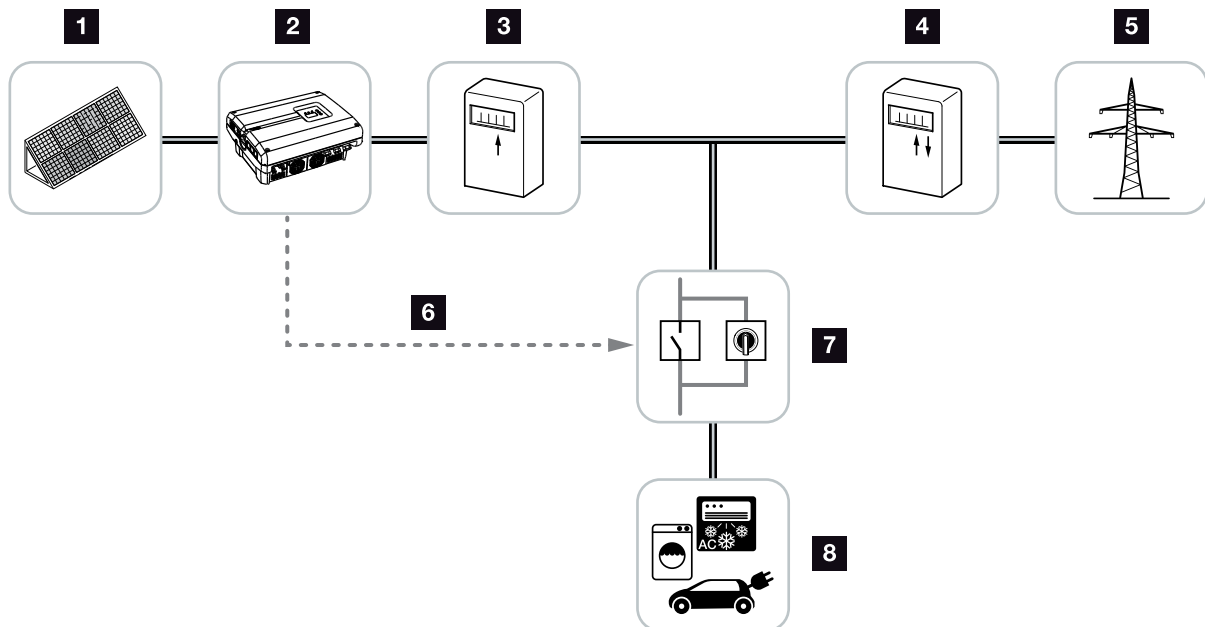

Bild 53: Konfiguration egenförbrukning
3. Installera och anslut de övriga komponenterna för egenförbrukningen fackmässigt. **Bild 53**